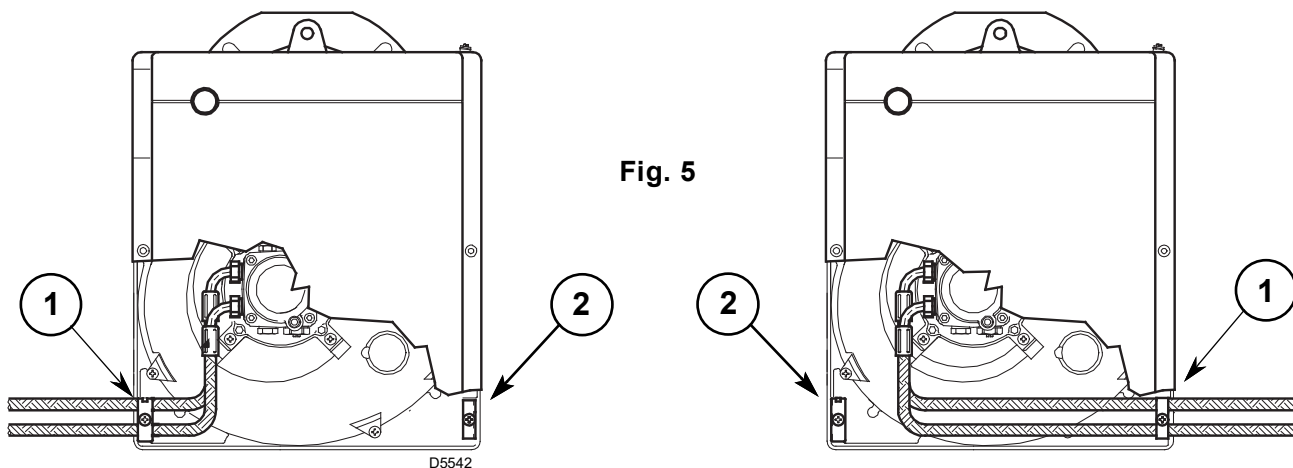

Fig. 5
In de fabriek werd de brander voorzien om de brandstoftoevoerleidingen langs beide zijden te kunnen aansluiten. Afhankelijk van de uitgang van de flexibels - links of rechts - kan het nodig zijn om de plaatsing van het bevestigingsplaatje (1) en het afdekplaatje (2) om te wisselen, (zie Fig. 5).